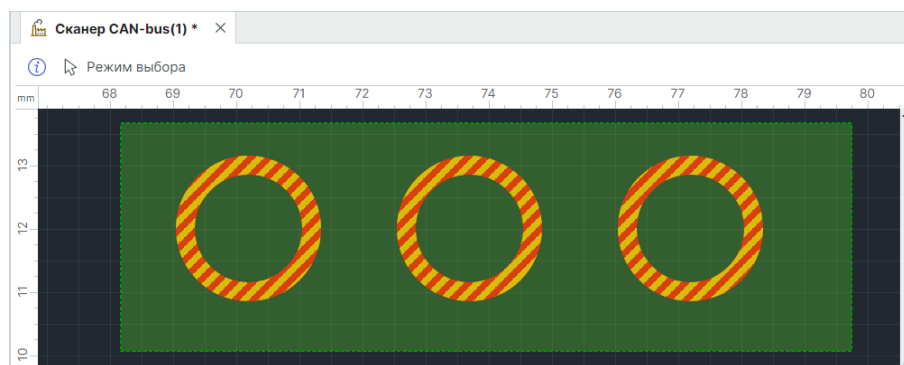

Рис. 262 Групповой выбор объектов областью с помощью инструмента «Выбрать»
- С помощью инструмента «Выбрать», удерживая левую кнопку мыши, расположите прямоугольную область выделения, поместив в нее объекты, которые необходимо выбрать, см. Рис. 262.